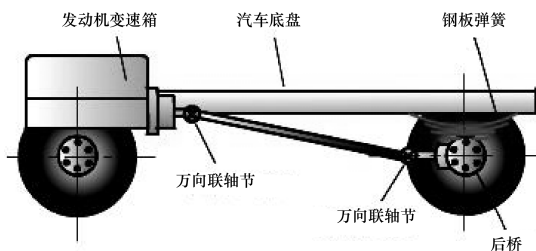

图 8-55 双向万向联轴节
- 双向万向联轴节: 1 个中间轴和两个单向万向联轴节。中间轴采用滑键连接, 允许轴向距离有变动, 如图 8-55 所示。